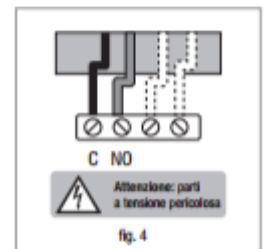

fig. 4
10. Identificare i cavi di controllo COM (Cavo Comune) e NO (Normally Open), aiutandosi con serigrafie, etichette e/o schemi di collegamento normalmente presenti sul vecchio termostato (fig. 4). **ATTENZIONE:** se sono presenti più di due cavi, gli altri sono in eccesso. Identificarli e isolarli con nastro isolante elettrico.